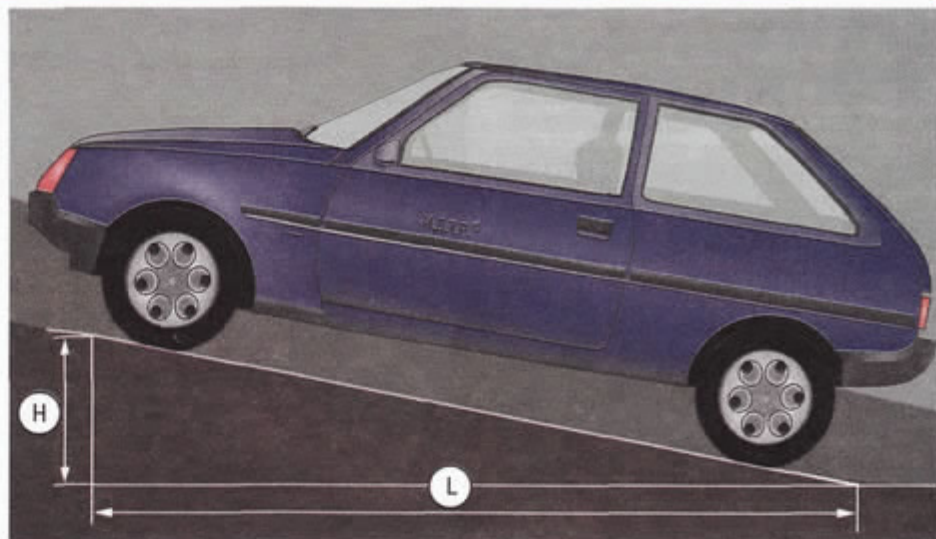

Рис. 4.2. Проверка стояночного тормоза
1. Для проверки правильности регулировки стояночного тормоза найдите вблизи места стоянки вашего автомобиля эстакаду или поручи пандус высотой $H = 1,25$ м при длине въезда $L = 5$ м (рис. 4.2). Такое соотношение соответствует уклону 25%.